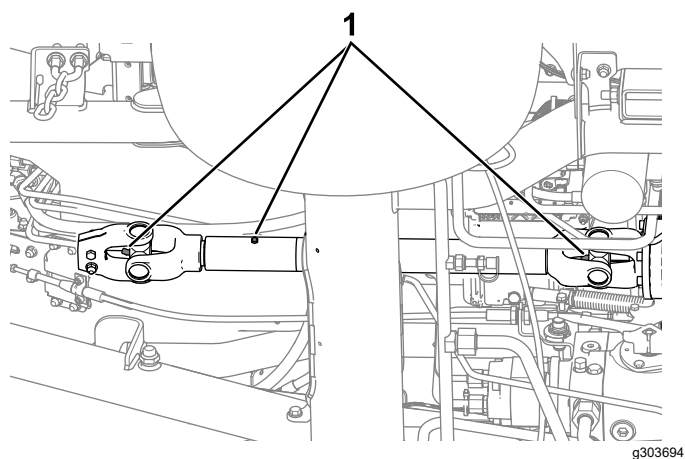

Figura 48
- Arbore de transmisie al prizei de putere (Figura 48)